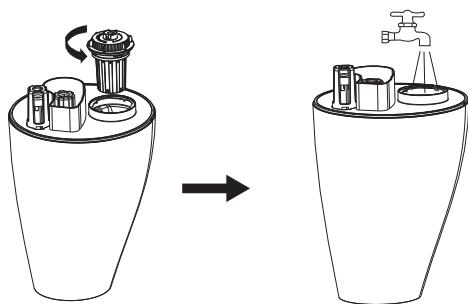

Рис. 3
- Откройте крышку резервуара для воды против часовой стрелки [ рис. 3] и залейте воду в емкость. Температура воды не должна превышать 40 °C.